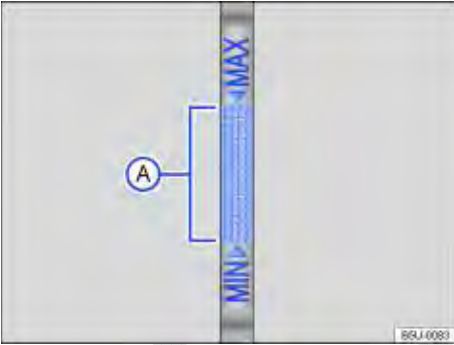

Fig. 126 Varetas de medição do óleo com marcação de nível do óleo do motor.
5. Retirar a vareta de medição do óleo do tubo-guia e limpar com um pano limpo $\Rightarrow$ ❶.
7. Retirar novamente a vareta de medição do óleo e ler o nível do óleo do motor na vareta de medição $\Rightarrow$ Fig. 126 da seguinte maneira:
12. Verificar novamente o nível do óleo do motor na vareta de medição antes de reabastecer mais uma pequena quantidade de óleo do motor. Nunca reabastecer com óleo do motor em excesso ⇒ (1).
13. No final da operação de abastecimento do óleo, o nível do óleo deve estar, ao menos, no meio da região ⇒ Fig. 126 (A), mas jamais acima da região "MAX" ⇒ (1).
O nível do óleo não deve ultrapassar o nível "MAX" da região (A) ⇒ Fig. 126. Com o nível acima desta região, o óleo pode ser aspirado pela ventilação do cárter, sendo lançado na atmosfera pelo sistema de escape. Além disso, o óleo pode ser queimado dentro do catalisador, danificando-o.
Em caso de alta demanda do motor, o nível do óleo do motor deve estar o mais próximo possível da região "MAX" $\Rightarrow$ Fig. 126 – sem ultrapassar, como, por exemplo, em viagens rodoviárias longas durante o verão, em condução com reboque ou durante travessias de montanhas.